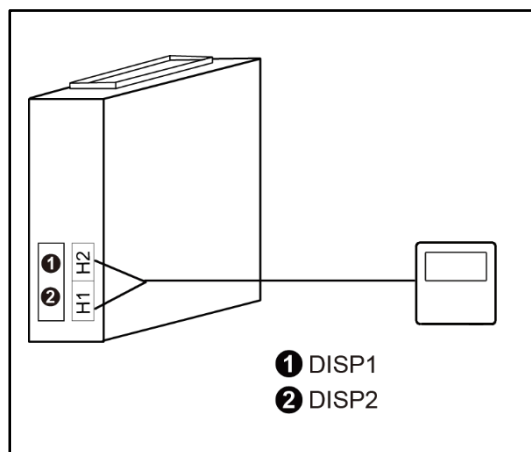

Abb. 5.4.1
1) Abb. 5.4.1 zeigt die Installation des kabelgebundenen Controllers.